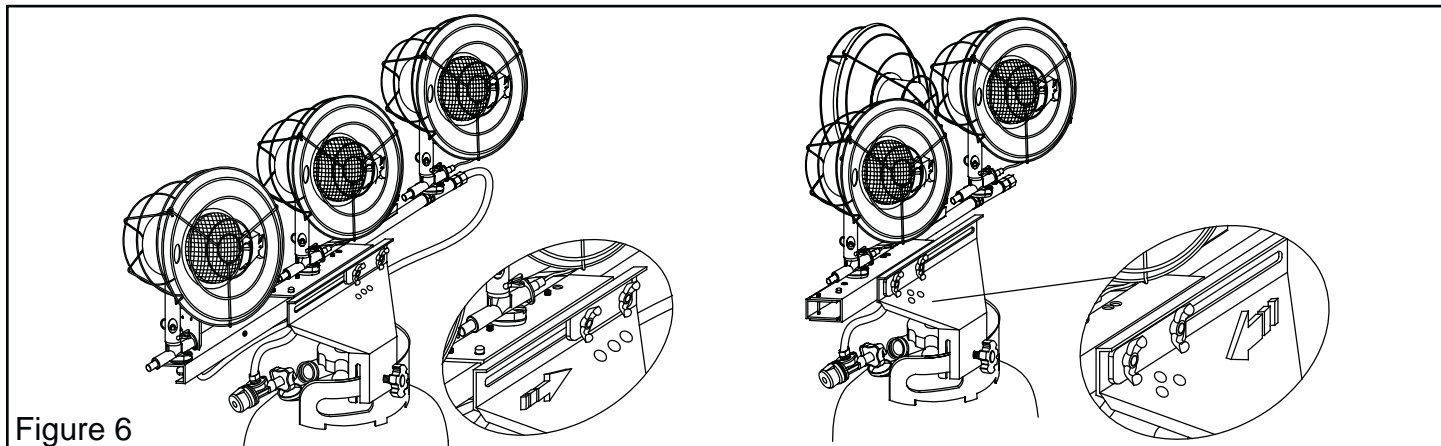

Figure 6
4. Voir à la Figure 6 à la page 7 pour déterminer les options de positionnement des brûleurs.
- Pour que les trois brûleurs pointent vers l'avant, la rondelle plate devrait être du côté droit du support du collet du réservoir. Raccordement du radiateur à une bouteille de GPL. (Voir à la Figure 6)
- Pour que le brûleur de l'extrême gauche pointe vers l'arrière, la rondelle plate devrait être du côté gauche du support du collet du réservoir. (Voir à la Figure 6)